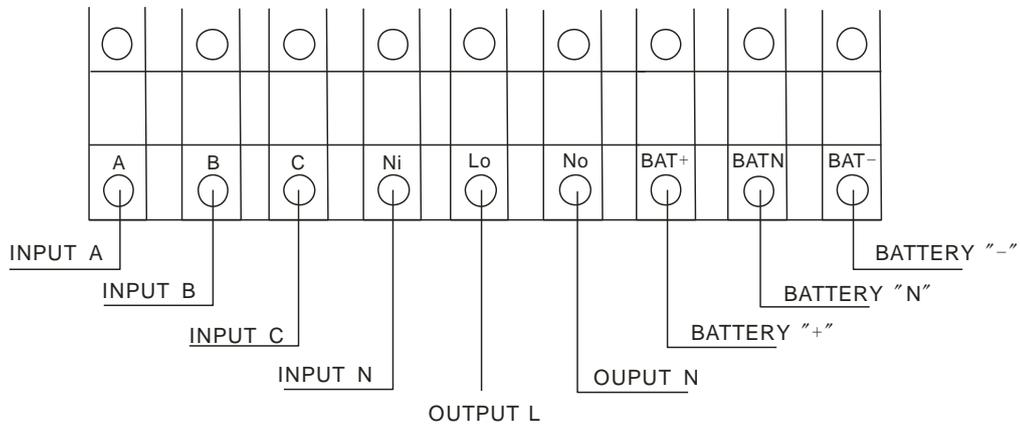

Fig. 4-4 10k/15k/20k Conexión de los terminales de entrada/salida
- 2) Retire la tapa de los terminales, véase la Fig. 4-4 y conecte los cables según corresponda.